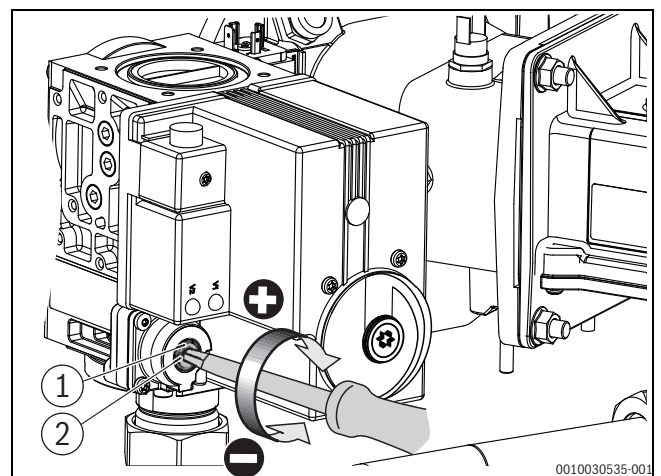

Bild 7 CO₂-Gehalt bei Teillast einstellen (Kesselgröße 150 – 300 kW)
- ▶ Verschlusssschraube an der Gasarmatur herausdrehen (→ Bild 7).
- ▶ CO₂-Wert an der Teillast-Einstellschraube einstellen (→ Bild 7).